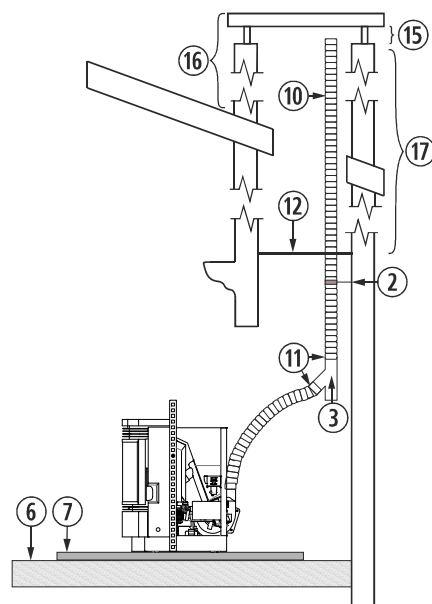

Figura 16
4.31. L'installazione di una stufa ad incasso in un caminetto può essere realizzata in completa totalità in un tubo flessibile, così come è indicato nella figura 16. Dobbiamo prestare speciale attenzione al momento di realizzare l'isolamento tra il caminetto e il tubo di fuoriuscita di gas per evitare possibili arretramenti di gas in caso di tormenta.
②	Collare di fissaggio in acciaio inox.
③	Giunto a "T" a 135° con filtro.
④	Curva a 45°.
⑥	Pavimento in legno.
⑦	Protezione non infiammabile.
⑩	Tubo in acciaio inossidabile flessibile.
⑪	Manicotto d'unione tra flessibile e rigido.
⑫	Isolante anti -arretramento.
⑮	Minimo 200mm.
⑯	Deve superare di 1 metro il tetto.